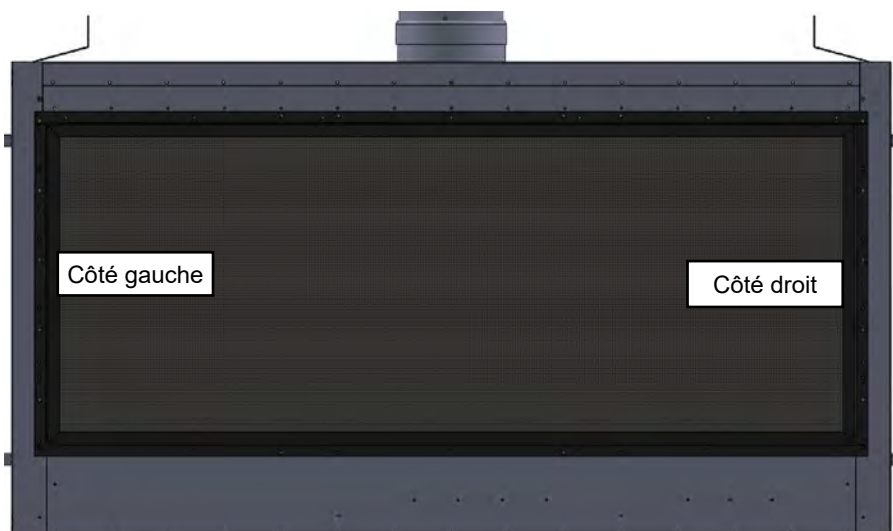

Figure 6.1.01:
*Les références des côtés gauche et droit dans ce manuel correspondent aux côtés identifiés dans la **Figure 6.1.01**.